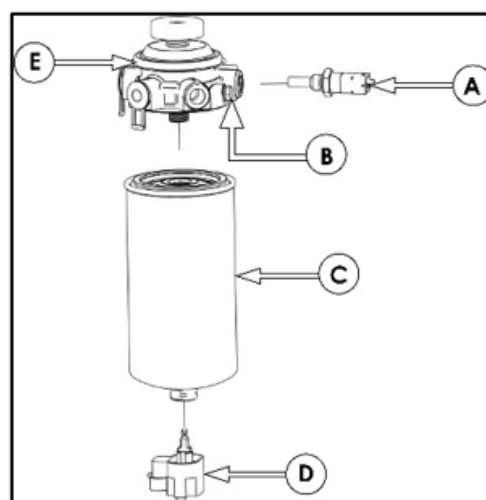

Fig. 259 – OPENGEWERKTE TEKENING VAN BRANDSTOFFILTER
In Fig. 259 zijn weergegeven:
2. Schroef de ontluchtingsschroef (Item B in Fig. 259) op de hoofdfilterkop los en bedien de handpomp totdat de brandstof in een continue straal uit de ontluchtingsschroef komt.